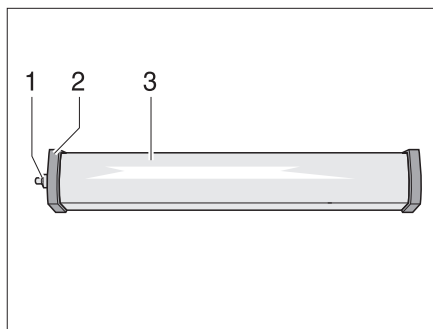

Bild 277 Rumsbelysning
- Skruva av kåpan (Bild 277,1).
- Tag bort locket (Bild 277,2).
- Tryck ihop lampkåpan (Bild 277,3) lätt och tag av den.